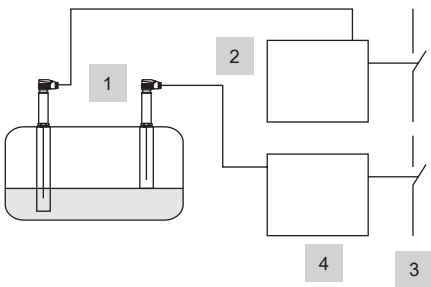

图9.
- 图9. 由1个液位探头LP40和1个液位开关LCS3050组成的组合设备作为液位限制器；由1个液位探头LP40和1个液位开关LCS3050组成的组合设备作为第一低液位报警器。功能安全符合IEC 61508，SIL 3。